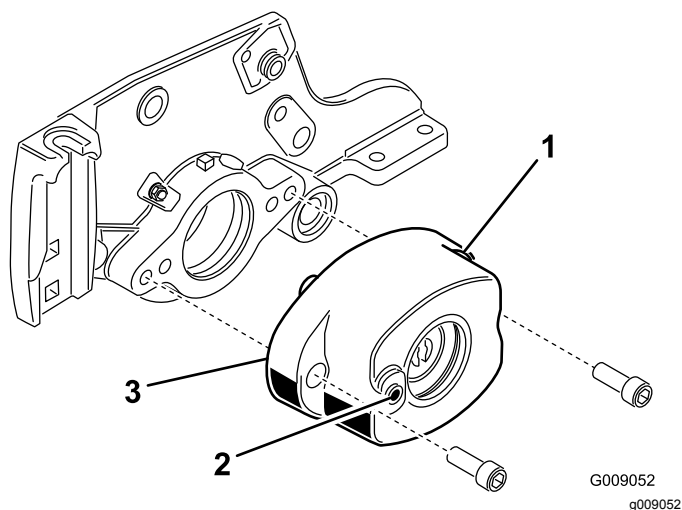

Рисунок 6
5. Установите корпус щетки катка на корпус подшипника барабана с помощью двух болтов с шестигранным углублением в головке ($\frac{3}{8}$ x 1 дюйм) (Рисунок 6). Расположите корпус щетки катка так, чтобы резьбовое отверстие было направлено в сторону передней части режущего блока.